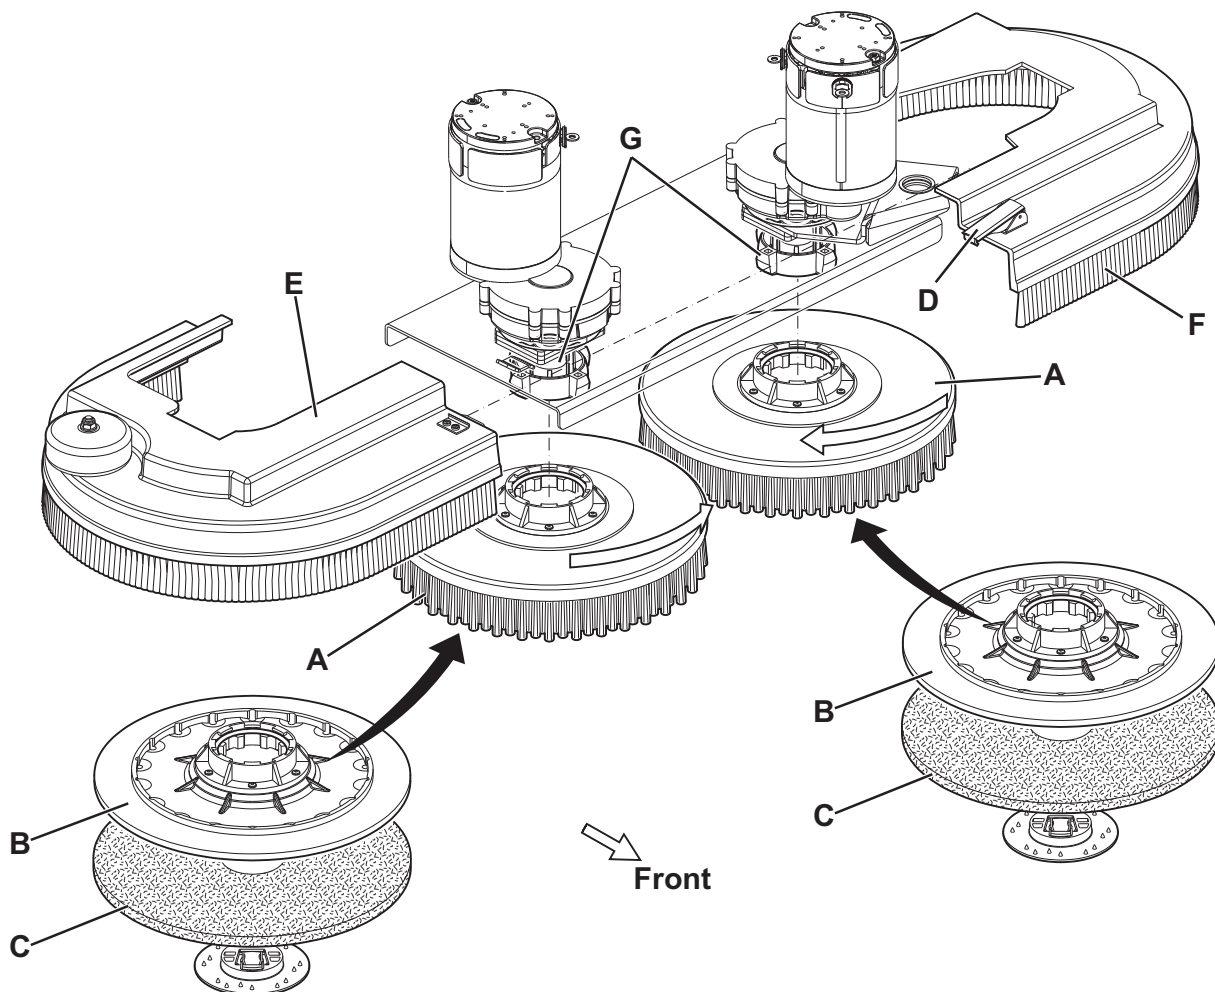

Abbildung 1
An dem mit dem entsprechenden Kopf vorgerüsteten Gerät können die Bürsten (A, Abb. 1) oder die Padhalter (B) mit Pad (C) montiert werden.